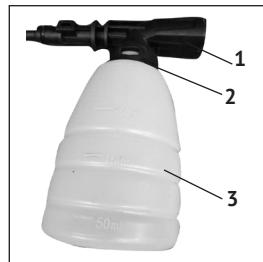

рис. 7
7.3 Работа с моющим средством (см. рис.7).
- открутив крышку бачка (рис.7 поз.2) с насадкой-пенообразователем (рис.7 поз.1), заполнить бачок (рис.7 поз.3) разбавленным моющим средством;
- присоединить к пистолету насадку-пенообразователь (вместе с бачком), как показано на рис.7;